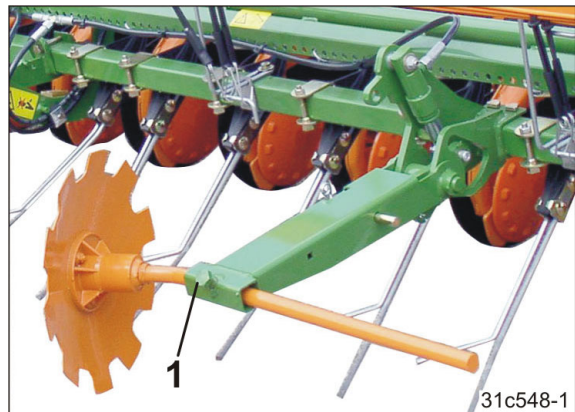

Fig. 212
6. Unscrew the bolt (Fig. 212/1).
9. Tighten the bolt (Fig. 212/1).